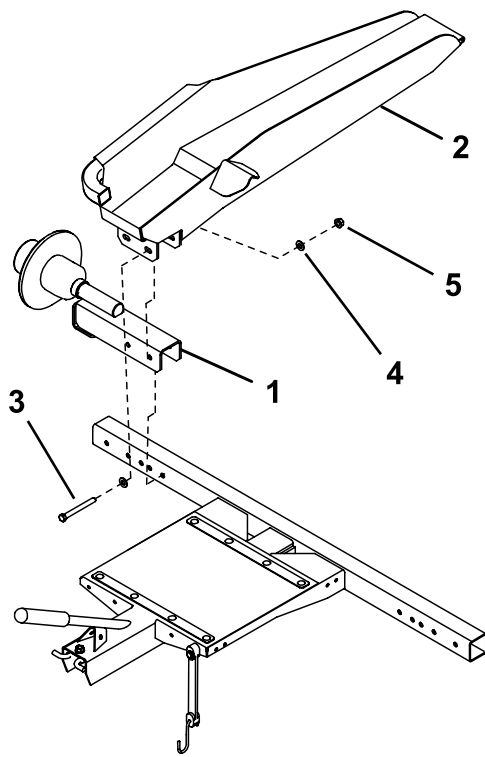
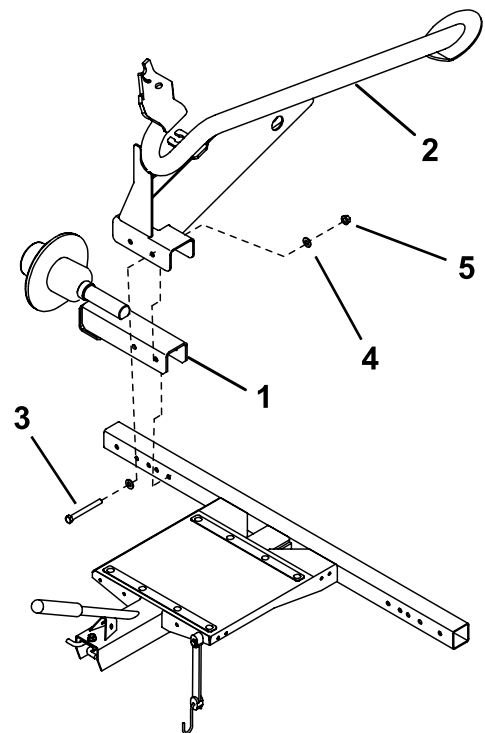

图3
图4
2. 使用 2 个螺栓 $\frac{5}{8}$ x 3 英寸、4 个垫圈和 2 个螺母将轮轴总成和斜面总成图3或轨总成图4安装至机架的各端。